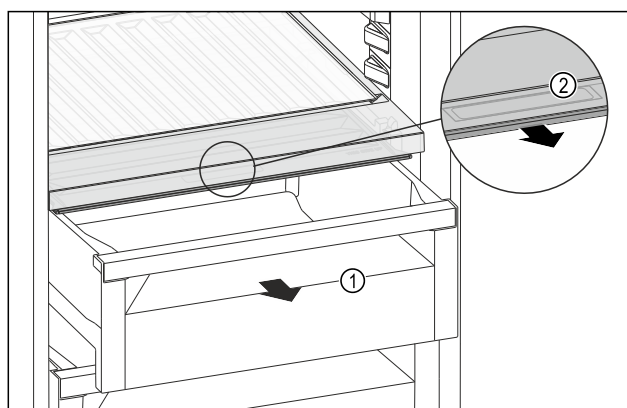

Fig. 174
- ▶ Estrarre il cassetto Fig. 174 (1).
- ▶ Afferrare la maniglia incassata Fig. 174 (2) sul coperchio dello scomparto e tirare allo stesso tempo in avanti il coperchio dello scomparto.